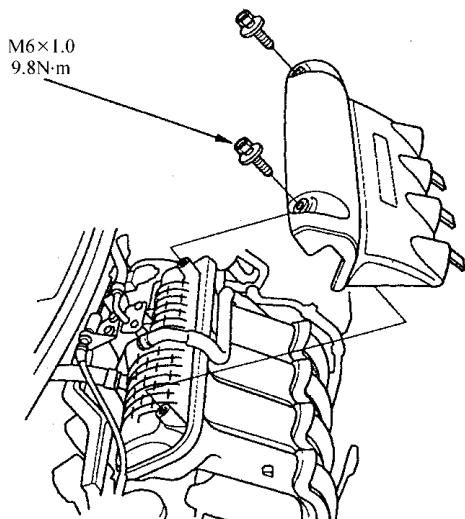

图 9-31 拆卸进气歧管罩
1) 拆卸前点火线圈前, 如图 9-31 所示, 先拆除进气歧管罩。